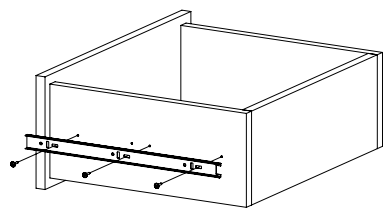

Рис.9
9. Закрепите внутренние планки направляющих на деталях 10 и 11 шурупами 3,5х16 (Рис. 9). При необходимости регулировки ящика выкрутите шурупы из круглых отверстий и перекрутите в овальные (продольные и вертикальные регулировочные отверстия). Не затягивая до конца шурупы, сместите ответную планку вверх-вниз. Затяните шурупы до конца.